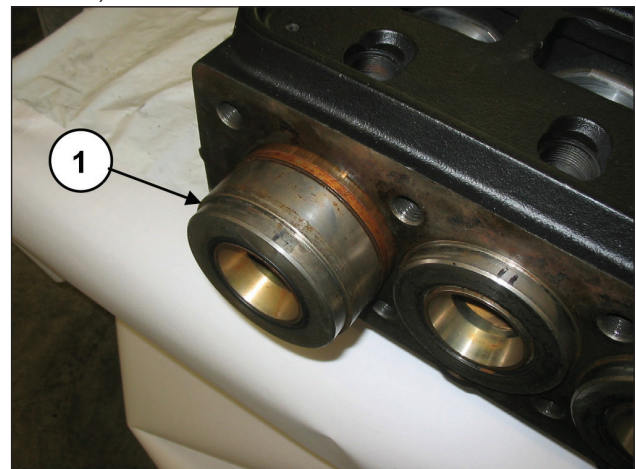

Abb. 124
Schieben Sie die Kolbenführung durch Drehen der Welle so weit vor, dass der mitgetriebene Dorn den Dichtungshalter und die gesamte Kolbenbaugruppe herausdrückt (Pos. ①, Abb. 124).